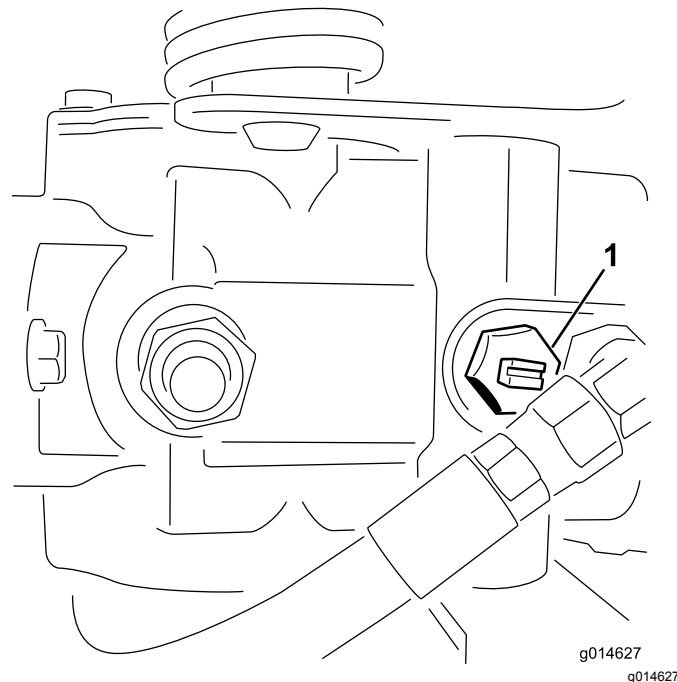

Figura 43
1. Localice la válvula de desvío en la bomba y gírela hasta que la ranura esté en posición vertical (Figura 43).
2. Antes de arrancar el motor, cierre la válvula de desvío girándola hasta que la ranura esté horizontal (Figura 43). No arranque el motor con la válvula abierta.